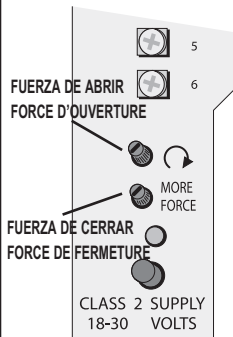

Figure 9 Making Force Adjustments
- A** Réglage du contact de fin de course de fermeture (**Figure 9**):